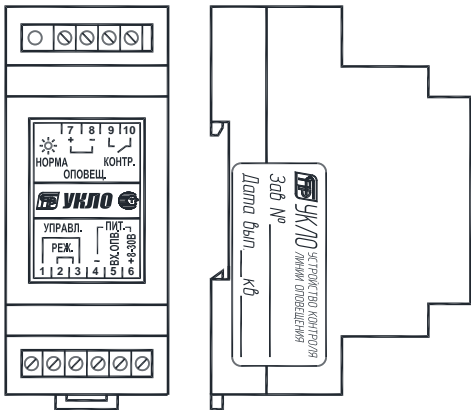

Рис.1. Внешний вид устройства и расположение клемм
4.1 Внешний вид устройства приведен на рис.1.